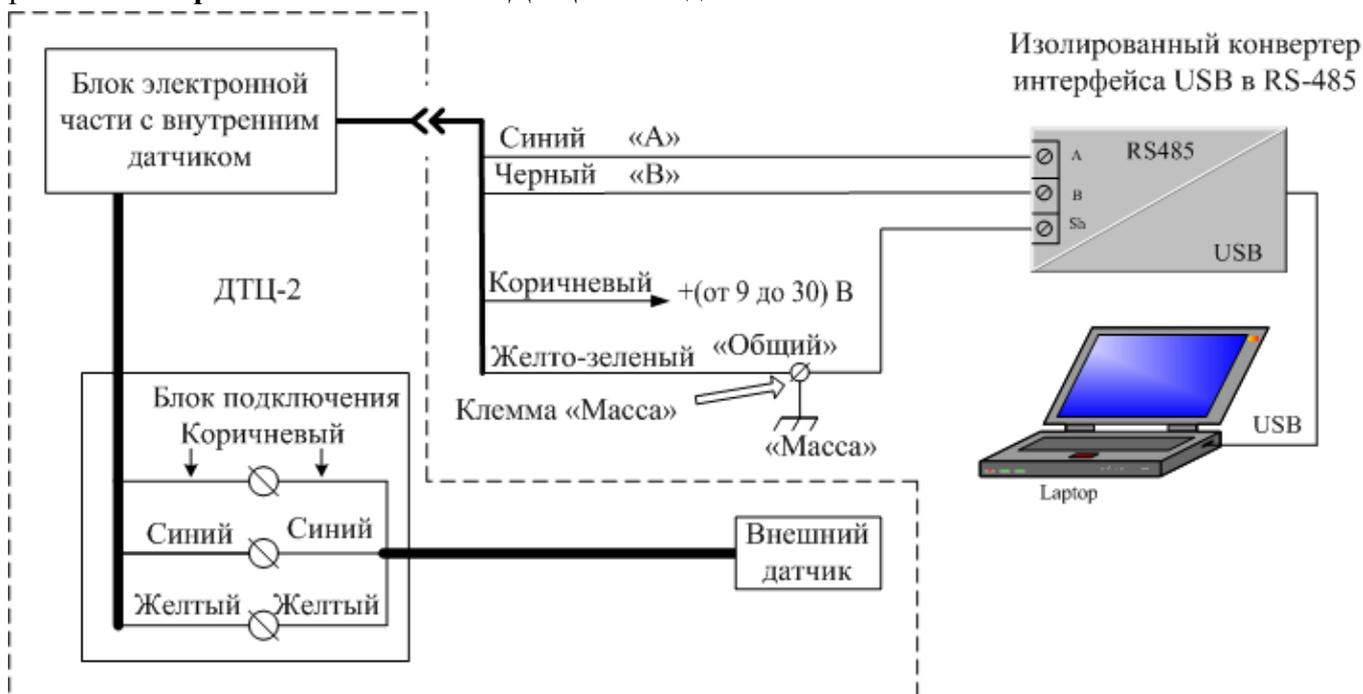

Рис. 4. Схема подключения ДТЦ-2 при вводе изменяемых параметров
7.2 Собрать схему подключения ДТЦ-2 при вводе изменяемых параметров в соответствии с рис. 4. **Электропитание 9...30 В на ДТЦ-2 не подавать!**
- соответствие подключения ДТЦ-2 схеме, приведенной на рис. 4.